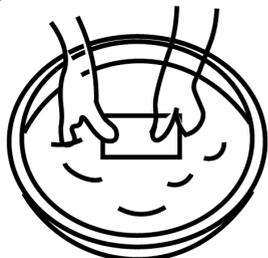

Rysunek 26
- Wyjmij filtr powietrza z obudowy filtra powietrza, Rys. 26.